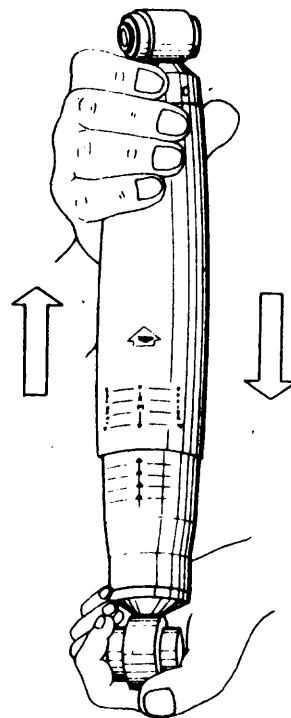

Fig. 6
- b Inspeccione el funcionamiento de los amortiguadores, accionándolos con las manos (fig. 6).